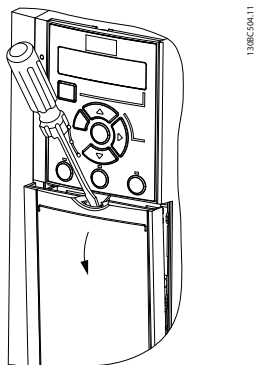

Bild 4.4 Styrkabelåtkomst
- Ta bort skyddsplåten med en skruvmejsel. Se Bild 4.4.